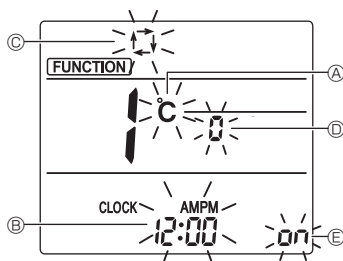

Fig. 6-6
L'écran Réglage de l'affichage s'affiche. (Fig. 6-6)
- Appuyez sur la touche **UP** ④ pour changer le n° de fonction.
6.8.2. Changement de l'unité de température (Fig. 6-6 ①)
- Appuyez sur la touche **TEMP** ⑤.
- À chaque pression sur la touche **TEMP** ⑤, le réglage change entre **°C** et **°F**.
6.8.3. Changement de l'affichage de l'heure (Fig. 6-6 ②)
- Appuyez sur la touche **TIME** ⑥.
- À chaque pression sur la touche **TIME** ⑥, le réglage change entre **12:00** et **24:00**.
6.8.4. Changement du mode AUTO (Fig. 6-6 ③)
- Appuyez sur la touche **MODE** ⑦.
- À chaque pression sur la touche **MODE** ⑦, le réglage change entre **1** et **2**.
6.8.5. Changement du n° de paire (Fig. 6-6 ④)
- Appuyez sur la touche **UP** ④.
- À chaque pression sur la touche **UP** ④, le n° de paire 0-3 change.